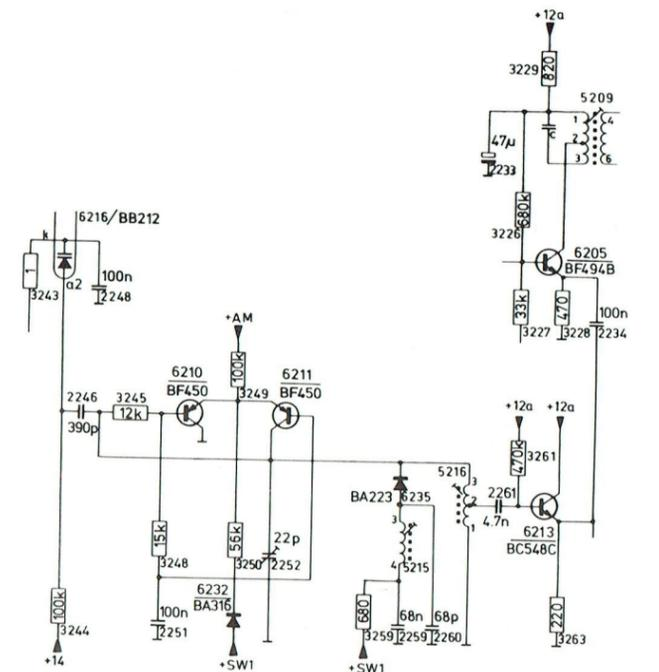

Fig. 18
- En position OC (fig. 18) S5215 et C2260 sont branchés en parallèle avec le circuit d'oscillateur.